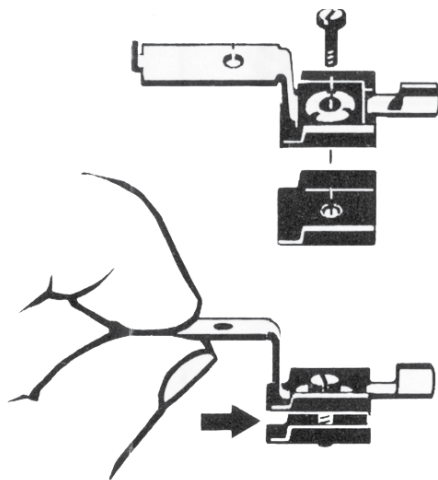

Fig. 3
4. Schleiferträger und Halteblech mit der Linsenkopfschraube locker verbinden (Fig. 3).
4. Connect the pickup shoe mount and retainer plate loosely with the round head screw (fig. 3).
4. Relier le support du frotteur et la tôle de fixation avec la vis à tête lentiforme sans trop serrer (Fig. 3).
4. Sleperdrager en houderplaat met de lenskopschroef losjes verbinden (Fig. 3).
4. Unir el portapatín y la chapa soporte con el tornillo con cabeza de gota de sebo sin apretar (fig. 3).
4. Collegare in modo lasco il supporto del pattino e la lastrina di fissaggio con la vite a testa tonda (Fig. 3).
4. Släpskohållaren och hållarblecket med linshuvudskruven kopplas samman (fig. 3).
4. Forbind løst slibevogn og holdeplade ved hjælp afskruen med linseformet hoved (Fig. 3).